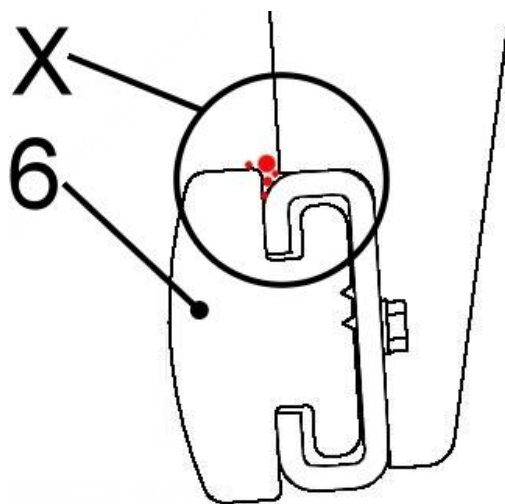

Fig. 2
Regelmæssig kontrol for snavs (f.eks små sten og partikler) i det øvre område (se punkt i se Figur detaljen "X" i Fig. 2) af gummi kæber (6) 1 / Fig. 2